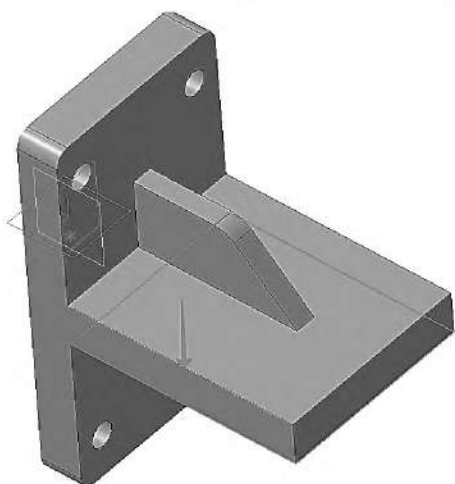

Рисунок 3.67. Выбор первой грани
6.1 Поверните модель и аккуратно укажите длинное ребро на опорной площадке. Курсор должен находиться в режиме выбора ребер (рисунок 3.67).